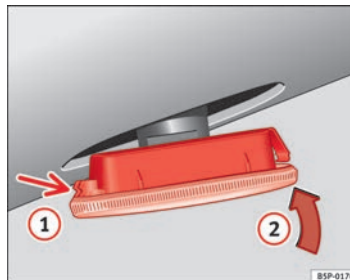

Abb. 165 Seitliche Blinker
- Setzen Sie den Blinker durch Einrasten der Halterungen ① ⇒ Abb. 165 zuerst in die Aufnahme in der Karosserie und anschließend in Pfeilrichtung ② ⇒ Abb. 165 ein. ■